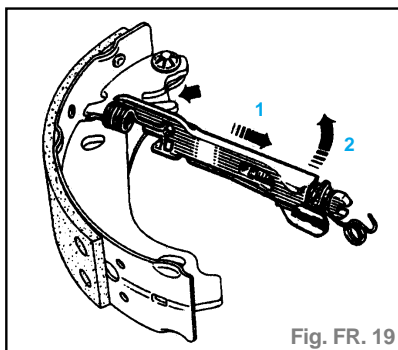

Fig. FR. 19
- Accrocher l'ensemble RAI au ressort (4) puis tirer suivant les flèches, l'ensemble RAI se loge automatiquement dans sa position de fonctionnement (fig. FR. 19).